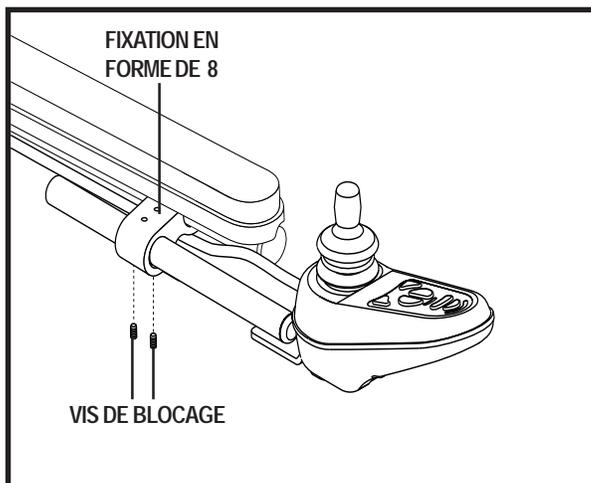

Figure 19. Position du contrôleur (Fixation en forme de 8 montré)
4. Desserrez la vis à tête ronde de la fixation en forme de figure 8 située sur l'accoudoir. Voir la figure 19.